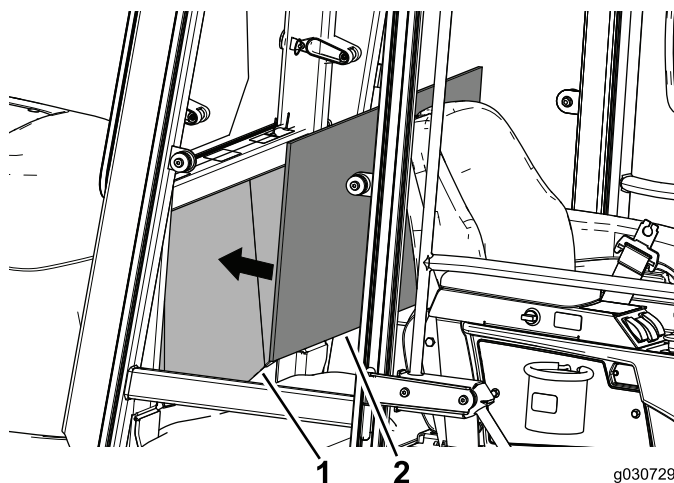

Figura 29
2. Allineate il pannello della tappezzeria con la parte centrale del pannello posteriore all'interno della cabina per verificare inserimento e posizione (Figura 29).